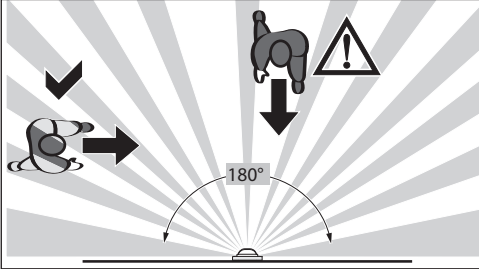

Figure 6: direction du mouvement et détection
- Tenir compte du sens de passage : il faut distinguer entre les mouvements frontaux vers le détecteur et les mouvements transversaux. Les mouvements transversaux par rapport au détecteur sont détectés plus facilement que les mouvements en direction du détecteur de mouvement (Fig. 6).